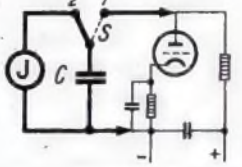

Bild 2. Verfahren zur Messung einer Spannung - insbesondere in Stromkreisen mit hohem inneren Widerstand - ohne ohmsche Belastung des Meßkreises.
In der Stellung III des Vierfach-Stufenhalters  $S_3 \dots S_6$  liegt das Instrument in einer Schaltung, deren Wirkungsweise nicht ohne weiteres zu erkennen ist. Bild 2 gibt darüber Aufschluß. Hier ist ein Kondensator C gezeigt, der durch den Schalter S wahlweise an eine zu messende Spannungsdifferenz oder an ein Meßinstrument (J) gelegt wird. Dies hat folgenden Sinn:
In Schaltstellung 1 (Bild 2) liegt der Kondensator C an der zu bestimmenden Spannung und lädt sich im Verlauf einiger Zeit auf diesen Wert auf. Dann wird er vermittelt eines rasch und leicht bedienbaren Schalters an das Instrument gefaltet und erzeugt dort einen momentanen Ausschlag. Entscheidend für die praktische Anwendung dieses Meßverfahrens ist die Frage, ob man einen so raschen Ausschlag verfolgen und seinen Scheitelwert ablesen kann. Nach Versuchen, die der Verfasser vornahm und die im übrigen jeder selbst anstellen kann, macht es — einige Übung vorausgesetzt — tatsächlich im allgemeinen keine Schwierigkeiten, die Größe des Zeigerausfalls festzustellen. Allerdings sind zwei Messungen notwendig, eine zur ungefähren Feststellung der Größe des Ausschlags und eine andere, bei der man das Auge auf den Bezirk der Skala gerichtet hält, innerhalb dessen der Scheitelwert liegt. Es gibt zwar Instrumente, die so gedämpft sind, daß der Zeiger in der Maximalstellung seines Ausschlags festgehalten wird, doch sind dies besondere und kostspielige Meßinstrumente, die für ein derartiges Universalgerät nicht in Frage kommen. Bei einer Reihe von daraufhin unterfuchten handelsüblichen Drehpulvinstrumenten war die Dämpfung gerade so bemessen, daß einem genügend Zeit zur Beobachtung gegeben ist. Da die Größe des Ausschlags von der Dämpfung des Drehsystems abhängt, die ihrerseits bei den Instrumenten recht verschiedene Werte annimmt — auch wenn es sich um listenmäßig gleiche Instrumente der Firma handelt —, können genaue Angaben über die Größe der zur Erzielung eines bestimmten Meßbereichs notwendigen Kapazität nicht gemacht werden. Als Anhalt gelten die aus Schaltung 1 und der Stückliste ersichtlichen Angaben, aus denen z. B. hervorgeht, daß ein mit etwa 50 Volt aufgeladener Kondensator von  $6 \mu F$  ein Drehpulvinstrument vom Typ des verbreiteten Mavometers gerade zum Vollauschlag bringt. Bei dem beschriebenen neuen Meßprinzip muß man in Kauf nehmen, daß die Aufladung des Kondensators unter Umständen bei sehr hochohmigen Stromkreisen eine geraume Zeit dauert. Will man z. B. mit dem kleinsten Meßbereich eine Schwundregelspannung messen, deren Stromkreis aus dem Zweipolgleichrichter und einem Siebwiderstand von  $1 M\Omega$  gebildet ist, so